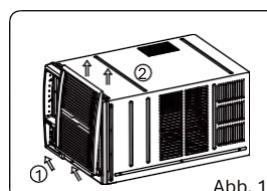

Abb. 1
2. Halten Sie die Unterseite der Frontplatte fest und ziehen Sie sie vorsichtig nach außen. Heben Sie sie dann an und entfernen Sie die Frontplatte (siehe Abb. 1).